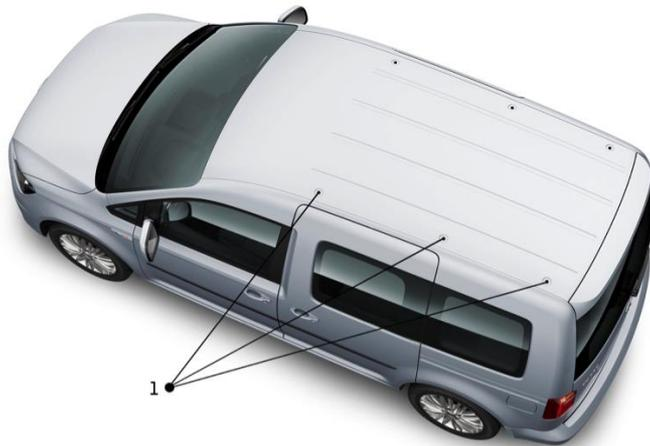

Fig.1 : points de fixation - Caddy
Le Caddy (EC) est doté en série de 3 points de fixation (voir fig. 1) de chaque côté du pavillon.